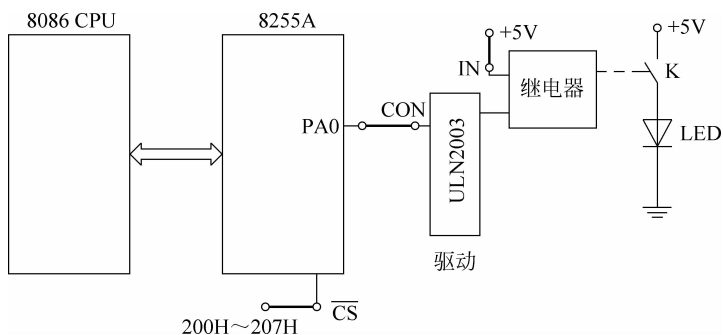

图 5-17 8255A 控制继电器电路原理框图
(1) 项目电路连接：如图 5-17 所示的粗线表示在超想-3000TC 综合实验系统上要连接的线。接线描述如下：8255A 的片选 \overline{CS} 孔用导线接至译码处 200H~207H 插孔，8255A 的 PA0 用导线接至继电器的 CON 端，继电器的用导线接至 +5V 插孔。
(2) 项目说明：现代自动控制设备中，都存在一个电子电路与电气电路的互相连接问题，一方面要使电子电路的控制信号能够控制电气电路的执行元件(电动机，电磁铁，电灯等)，另一方面又要为电子线路的电气电路提供良好的电气隔离，以保护电子电路和人身的安全。继电器便能完成这一桥梁作用。本项目采用的继电器其控制电压是 5V。本电路的控制端为高电平时，继电器常开触点吸合，连触点的 LED 灯被点亮。当控制端为低电平时，继电器常开触点断开，对应的 LED 灯将随继电器的开关而亮灭。
8255A 控制继电器电路原理框图如图 5-17 所示。电路由 8086 CPU 芯片、8255A 芯片、驱动电路 ULN2003、1 只 LED 发光二极管和继电器等组成。